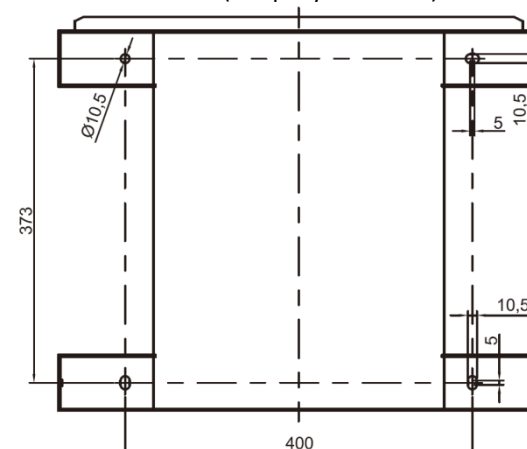

Рисунок 5.3 – Размеры крепежного элемента (мм)
2. Убедитесь, что крепежный элемент размещен ровно на стене, а монтажные отверстия (см. рисунок 5.3) расположены правильно. Просверлите отверстия в стене согласно разметке.